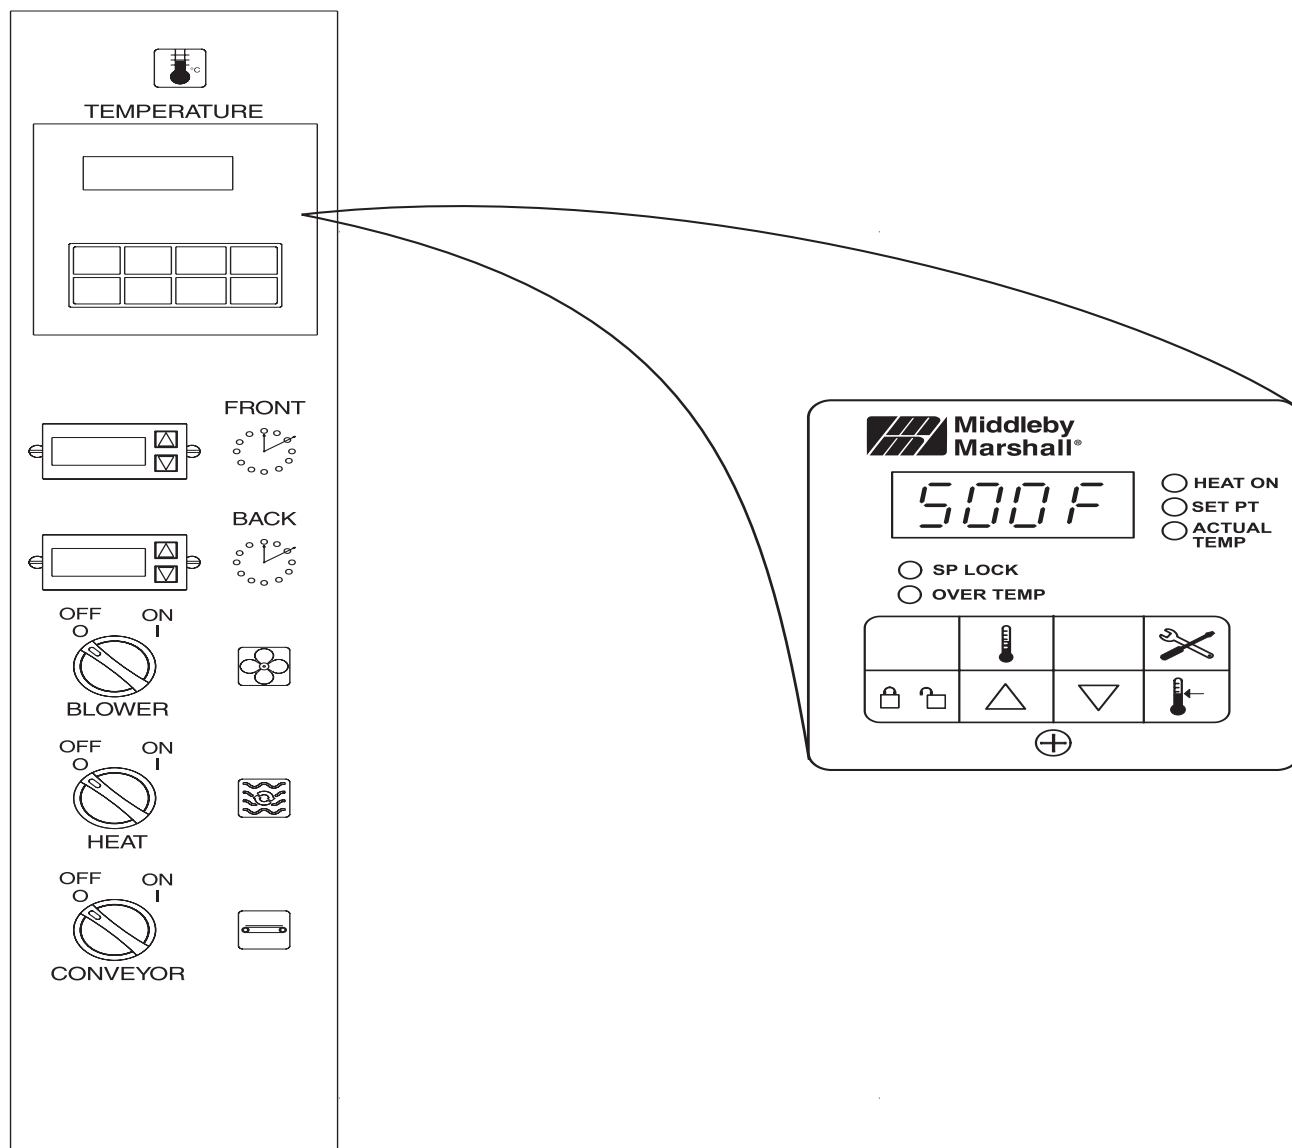

Figure 3-6. Panneau de contrôle
1. Placez l'interrupteur BLOWER (Figure 3-6) en position "ON" ou "I". Le ventilateur du caléfacteur principal se mettra en marche ainsi que le ventilateur de réfrigération. Le caléfacteur fait circuler l'air par les doigts pneumatiques et doit être maintenu en circulation pendant le processus de cuisson.
2. Vérifiez que le ventilateur de réfrigération (Cf. Figure 1-8) fonctionne lorsque l'interrupteur du caléfacteur (Cf. Figure 3-6) se trouve en position "ON" ou "I". Les ventilateurs se réfrigèrent refroidissent les composants de contrôle et le moteur du caléfacteur du brûleur. Le ventilateur de réfrigération, situé à l'arrière du placard de contrôle électrique fait entrer et sortir l'air du placard. L'air sort par l'avant du placard et aussi par la partie frontale du four. Consultez la Section Maintenance quotidienne pour plus d'information concernant le Procédé de vérification d'entrée.
3. Placez l'interrupteur CONVEYOR (transporteur) (Figure 3-6) en position "ON" ou "I". Ceci permettra à la courroie de transport de commencer à bouger dans le four. Choisissez et sélectionnez la vitesse du transporteur en fonction du temps de cuisson choisi. Consultez les procédés suivants E, F et G.
5. Placez l'interrupteur HEAT (chaleur) (figure 3-6) en position ON ou I. Cette manœuvre complète un circuit pour fournir la tension électrique au système de chauffage électrique.